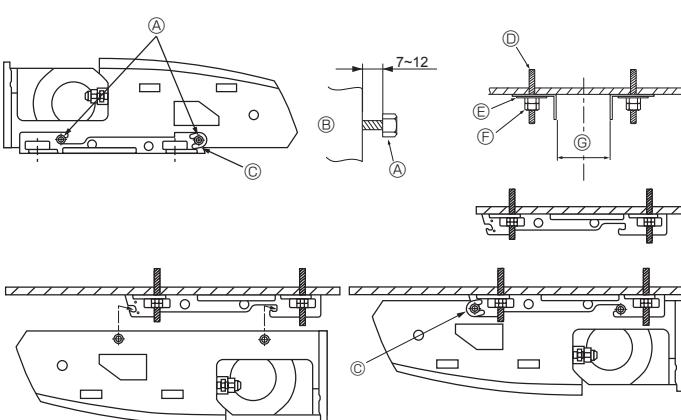

Fig. 3-6
2) Önce askı desteğiğinin tavana takılması (Fig. 3-6)